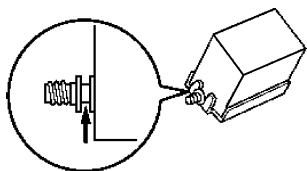

图 5-24 墨盒插入导向板的部分
④ 注意事项：
- 务必将带箭头标记的部分稳固地插入导向板，墨盒插入导向板的部分如图 5-24 所示。
(2) 更换版纸卷